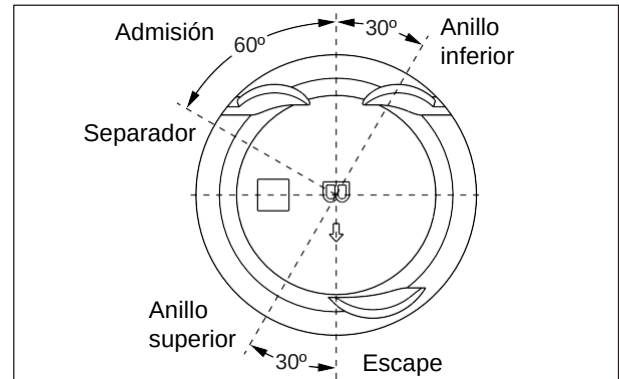

Fig. 3.98
- Monte el separador de los anillos de lubricación, ubicando los extremos a 60° a la izquierda desde el centro de la admisión. (Fig.3.98)
- Monte el anillo de lubricación inferior, ubicando los extremos a 30° a la derecha desde el centro de la admisión. (Fig. 3.98)
- Monte el anillo de lubricación superior, ubicando los extremos a 30° a la izquierda desde el centro del escape. (Fig. 3.98)